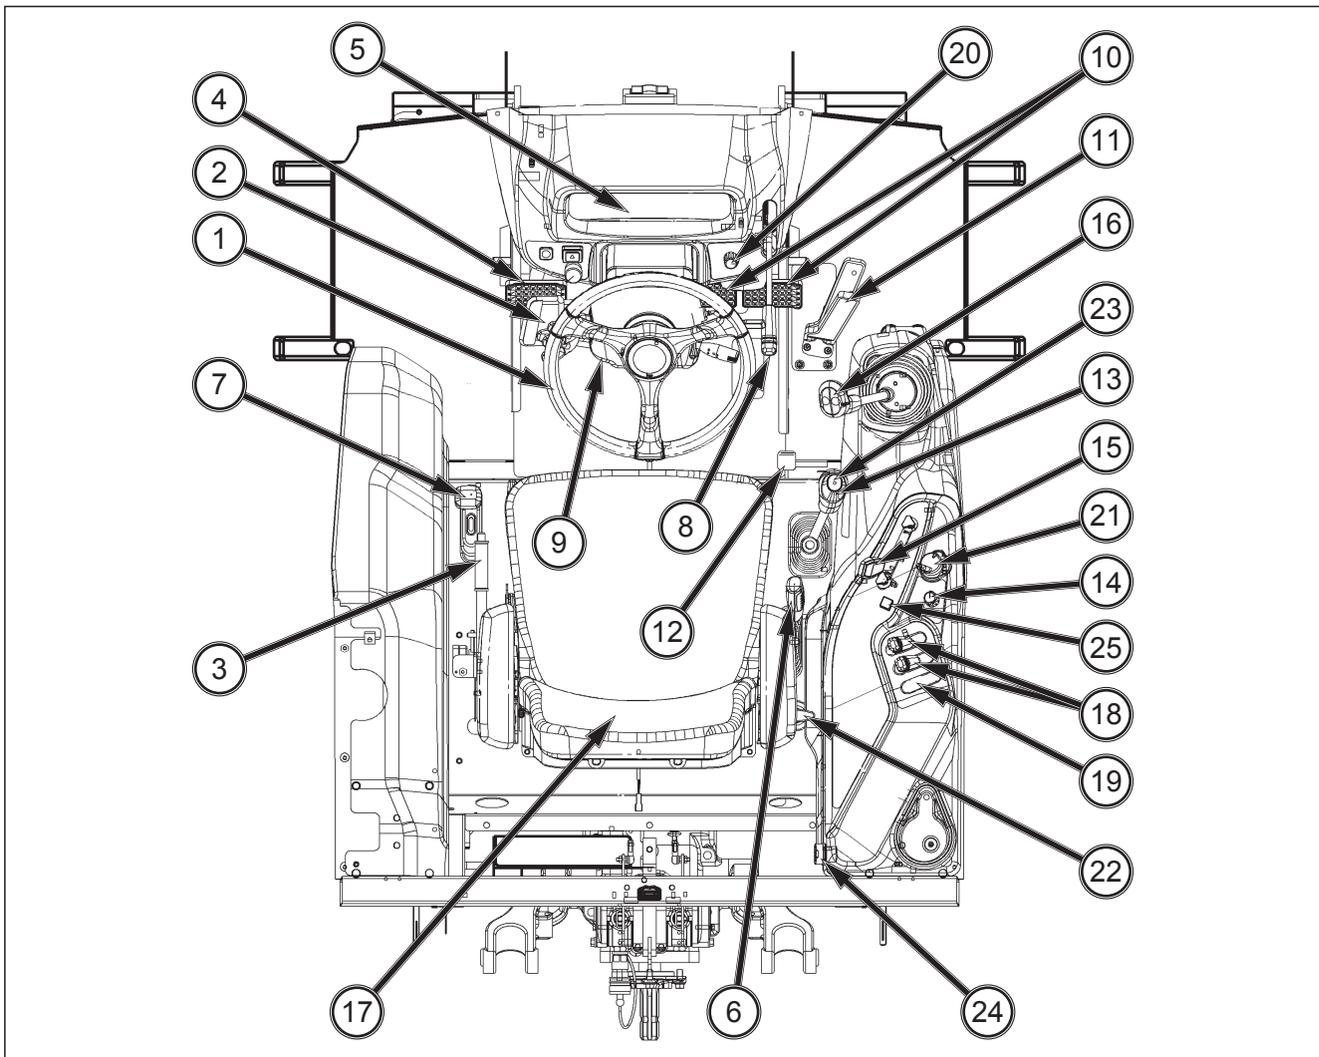

FIG. 35
**FIG. 35 :** Présentation générale et emplacement des commandes du poste de conduite du tracteur. L'utilisation de ces commandes est expliquée plus loin dans cette section ainsi que dans la section « Utilisation » de ce manuel :